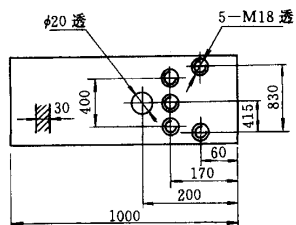

图 2
从上看, 铣齿分度工作面要求大于 $\phi 1400\text{mm}$, 而分度盘只有 $\phi 1200\text{mm}$, 因此需要作一装夹盘去增加分度盘的装夹面, 并且该装夹盘能够与分度盘和工件装夹联系。装夹盘可以压在分度盘上, 并可把零件装牢固, 具体安装见图 2。
(1) 装夹盘的制作 ① 铆焊工割一块 $1000\text{mm} \times 860\text{mm} \times 35\text{mm}$ 的板, 并且刨平四周及厚度, 平磨厚度面。② 板上钻 M18 的螺孔及 $\phi 20\text{mm}$ 孔。具体位置见图 2。